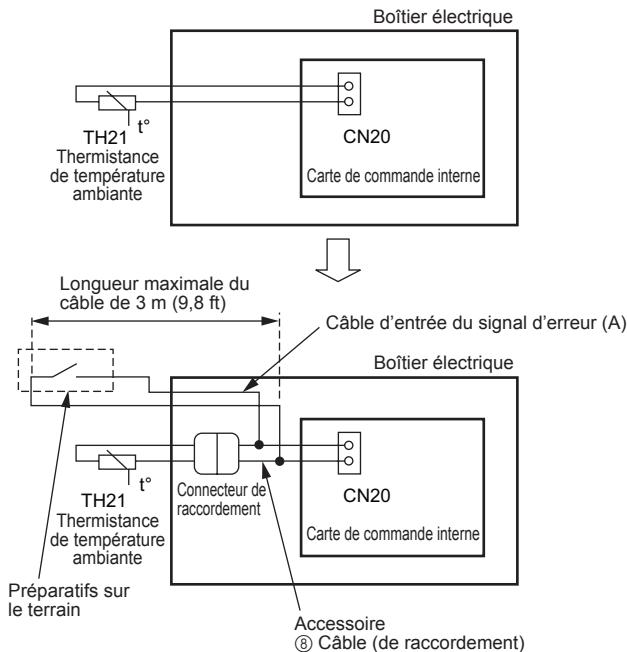

Fig. 5-6
#### ① Méthode d'entrée du signal d'erreur (Fig. 5-6)
- Retirer la thermistance de température ambiante TH21 de la carte de commande interne et connecter le câble ⑧ (de raccordement) fourni avec le produit.
- Connecter un signal d'erreur (une entrée de contact sans tension) à un câble d'entrée du signal d'erreur (A).